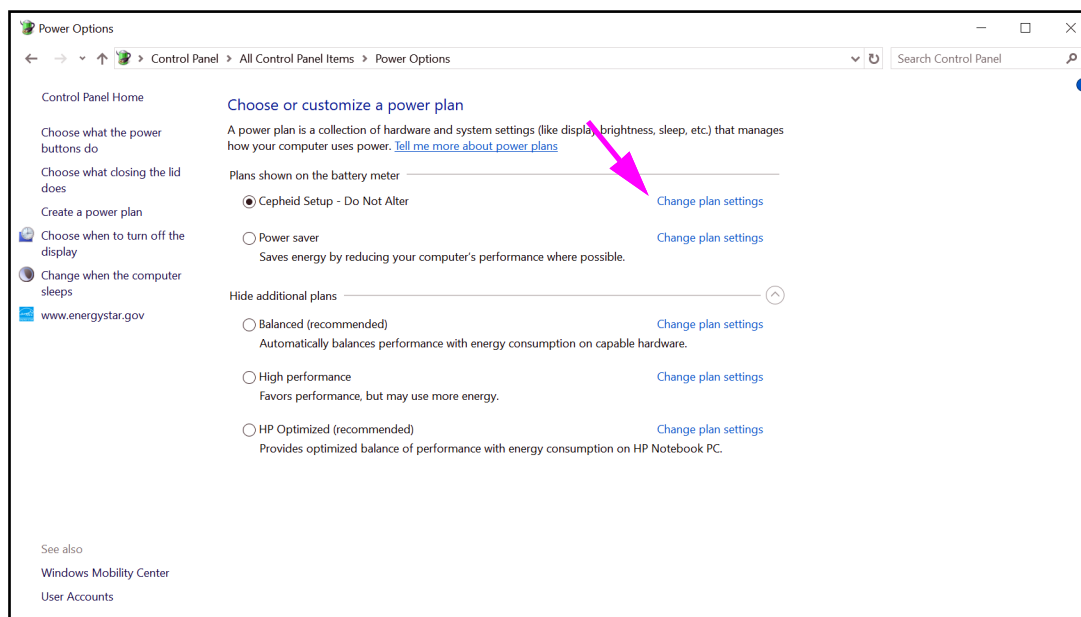
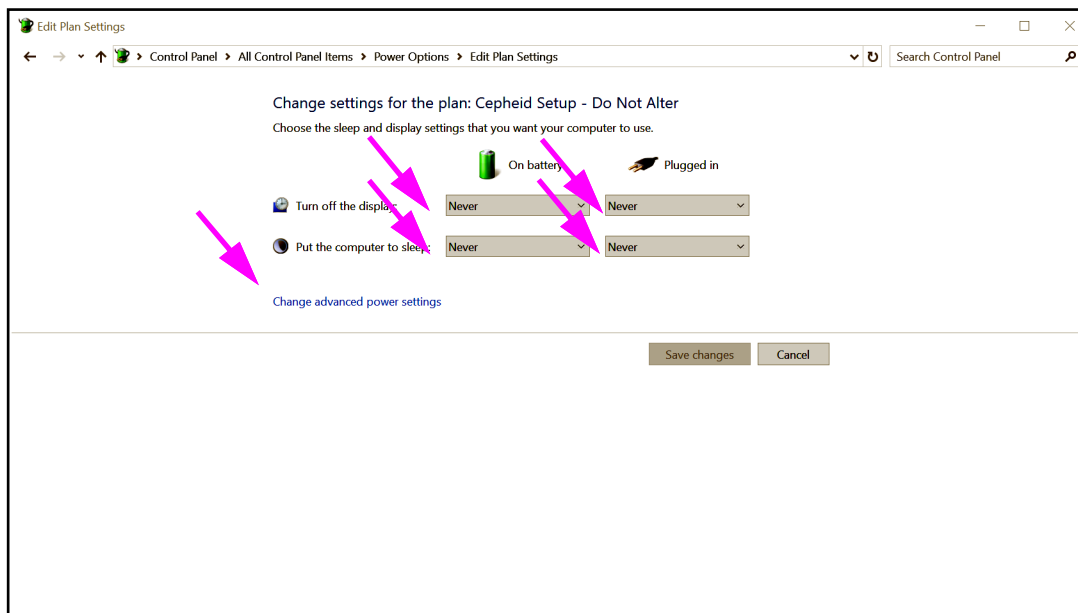
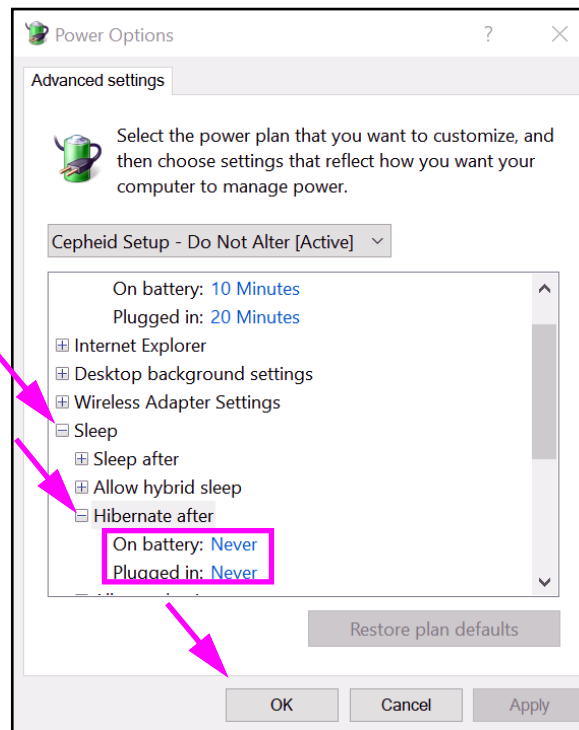
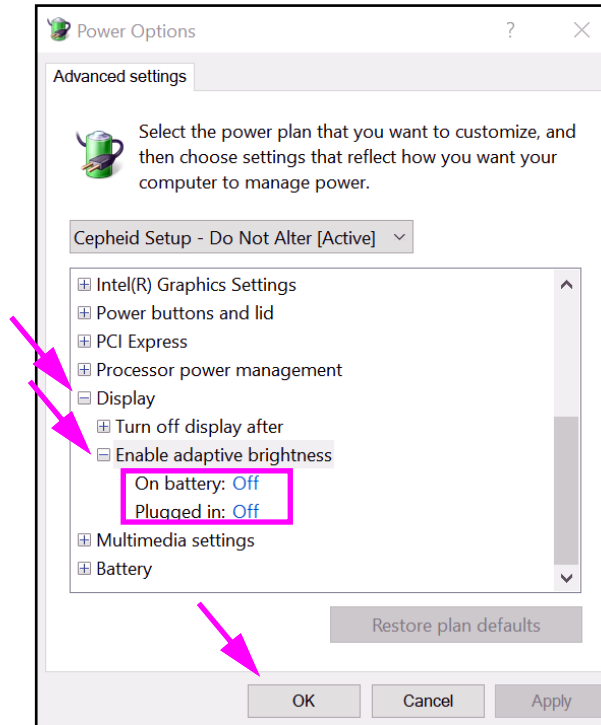

Figure 2-25. Fenêtre Power Options (Options d'alimentation)
Figure 2-26. Fenêtre Modifier les paramètres du mode (Edit Plan Settings)
Figure 2-27. Fenêtre Power Options – Advanced settings (Options d'alimentation – Paramètres avancés) [Sleep (Veille)]
Figure 2-28. Fenêtre Power Options – Advanced settings (Options d'alimentation – Paramètres avancés) [Display (Écran)]
3. Dans la section **CepheidSetup - Do Not Alter (Configuration - Ne pas modifier)**, cliquer sur **Change plan settings (Modifier les paramètres du mode)**. Voir la Figure 2-25. La fenêtre Change plan settings (Modifier les paramètres du mode) apparaît. Voir la Figure 2-26.
4. S'assurer que les fonctions **Turn off the Display (Éteindre l'écran)** et **Put the computer to sleep (Mettre l'ordinateur en veille)** sont réglées sur **Never (Jamais)** pour les deux options **On battery (Sur la batterie)** et **Plugged in (Sur secteur)**. De plus, s'assurer que le curseur de la fonction **Adjust plan brightness (Ajuster la luminosité du plan)** est réglé sur le paramètre le plus lumineux. Voir la Figure 2-26.
5. Cliquer sur **Change advanced power settings (Modifier les paramètres d'alimentation avancés)** (voir la Figure 2-26). La fenêtre Power Options Advanced settings (Options d'alimentation Paramètres avancés) apparaît. Voir la Figure 2-27.
6. Dans la fenêtre Power Options – Advanced settings (Options d'alimentation – Paramètres avancés), double-cliquer sur **Sleep (Veille)** pour développer puis -double-cliquer sur **Hibernate after (Mettre en veille prolongée après)**. Voir la Figure 2-27.
- A. **Ordinateurs de bureau** : Vérifier que la valeur du **Setting (Paramètre)** est réglée sur zéro (0) ou **Never (Jamais)**. Si cela n'est pas le cas, modifier la valeur du **Setting (Paramètre)** sur zéro (0) ou **Never (Jamais)**.
- B. **Pour les portables uniquement** : Vérifier que les valeurs pour **On battery (Sur batterie)** et **Plugged in (Alimenté)** sont réglées sur **Never (Jamais)**. Si cela n'est pas le cas, cliquer sur **On battery (Sur batterie)** et **Plugged in (Alimenté)**, et utiliser les boutons de flèches haut/bas pour régler la valeur sur zéro (0) sur l'option pouvant être sélectionnée.
7. Dans la fenêtre Power Options – Advanced settings (Options d'alimentation – Paramètres avancés), double-cliquer sur **Display (Écran)** pour développer puis -double-cliquer sur **Enable adaptive brightness (Activer la luminosité adaptative)**. Voir la Figure 2-28.
11. **Pour les portables uniquement :** Cliquer sur **Cancel (Annuler)** pour fermer la fenêtre Edit Plan Settings (Modifier les paramètres du mode). La fenêtre Power Options (Options d'alimentation) s'affiche (voir la Figure 2-25).